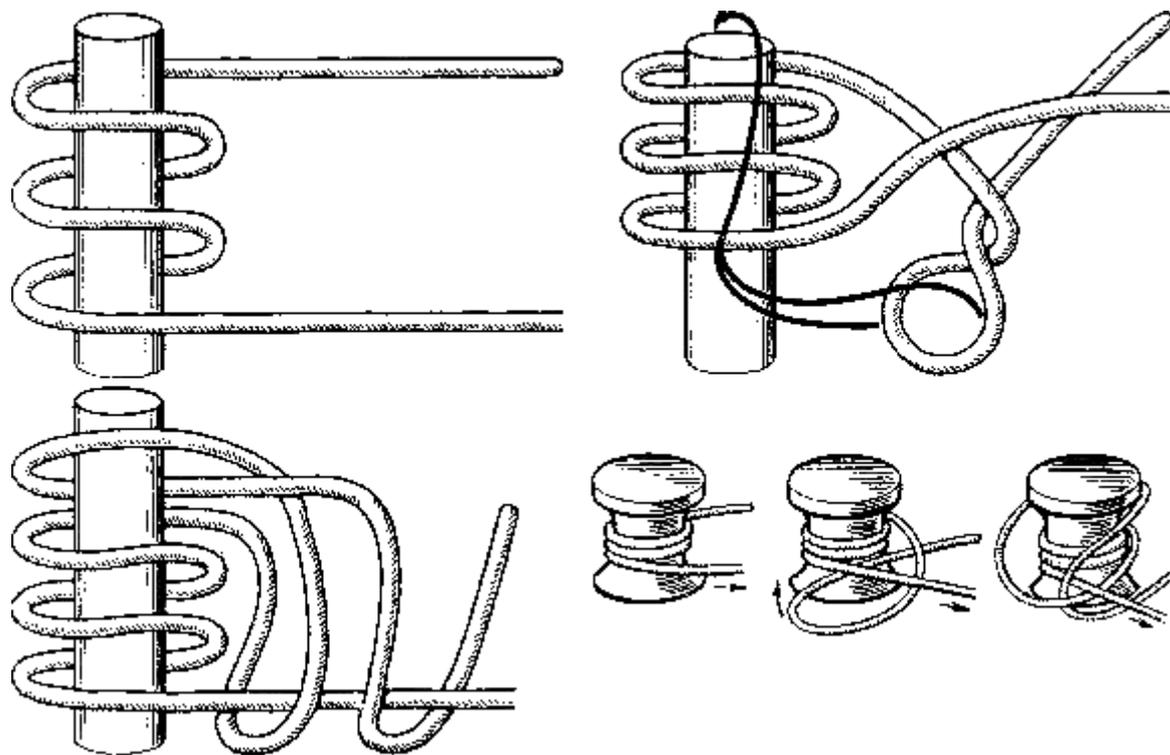

Рис. 19. Портовый узел
**Портовый узел** (рис. 19). Задержать швартовный синтетический конец на парном кнехте — дело нехитрое. А как быть, если вместо парного кнехта в вашем распоряжении одинарный кнехт (или битенг), а на конце швартова нет огона? Для этой цели в морской практике есть несколько оригинальных узлов. Объясним принцип одного из них, который можно отнести к числу незатягивающихся узлов.